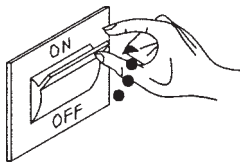

Fig. 5.2
- ställ anläggningens huvudströmbrytare på "tänd" (fig. 5.2)